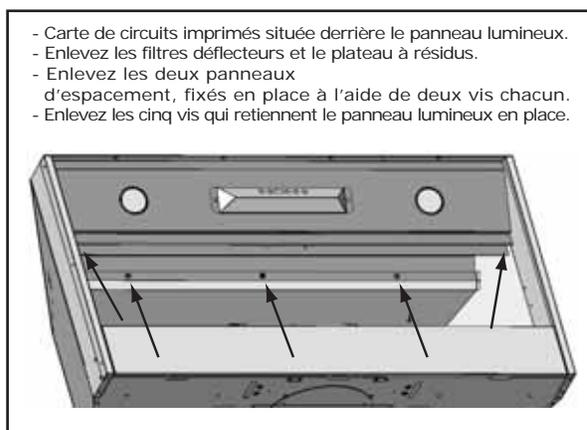

FIG. 8
1. Avant de procéder à l'installation de la hotte, accédez à la carte de circuits imprimés en suivant les étapes de la FIG. 8.